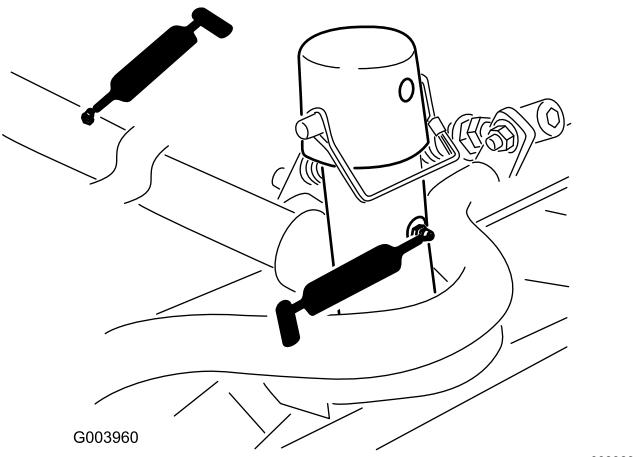

Figure 106
- Bâti porteur d'unité de coupe et pivot (x 2) (Figure 106)